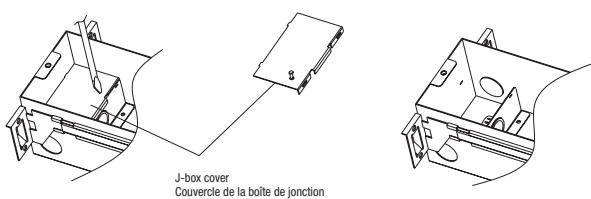

Fig. 4
7. Pry off junction box cover by flat screwdriver, punch out appropriate hole for AC wires feed (Fig. 4).
Restore junction box cover after wire connections, insert one side first and snap in another side (Fig. 4).
6. Retirer le couvercle de la de la boîte de jonction à l'aide d'un tournevis plat, percer le trou approprié pour l'alimentation des fils CA (Fig. 4).
Remettre en place le couvercle de la boîte de jonction après les connexions des fils, en insérant d'abord un côté, puis en enclenchant l'autre côté (Fig. 4).